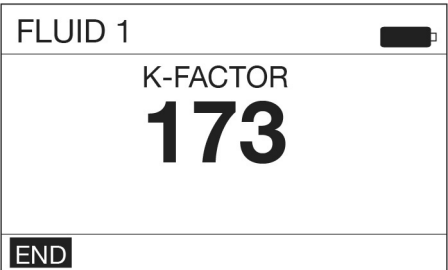

图 61
6. 当**刚好** 1 夸脱或 1 升液体分配到容积瓶中时，使用键盘上中央的 ENTER 按钮选择“结束”。显示分配的流体量的屏幕出现（图 61 显示分配的体积屏幕示例）。